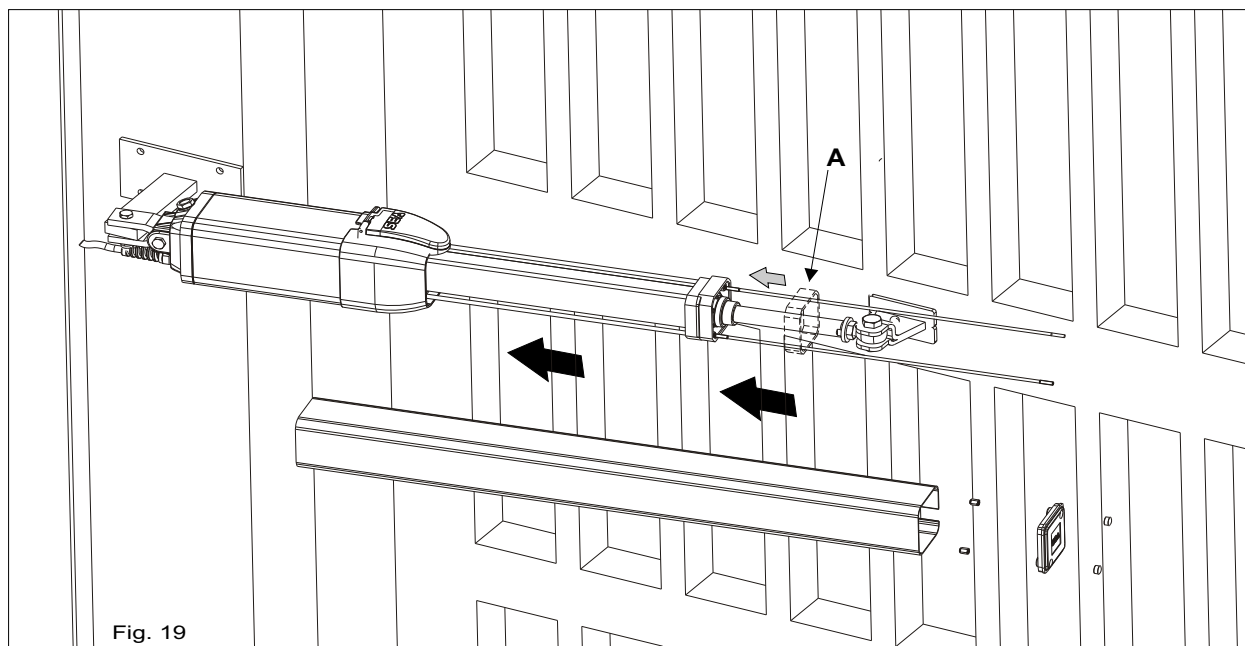

Fig. 19
S'assurer d'avoir inséré le cadre en plastique anti-vibration (A) avant d'insérer le couvre tige extrusé (Fig. 19).